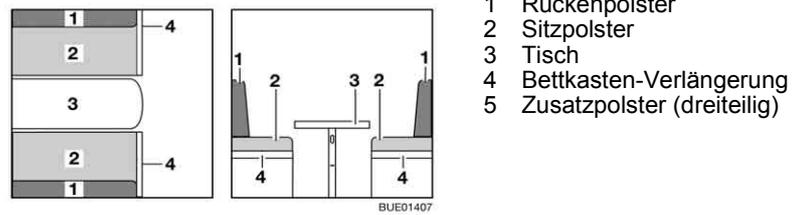

Bild 100 Vor dem Umbau
- Tisch (Bild 100,3) zum Bettunterbau umbauen (siehe Abschnitt 6.11).
- Bettkasten-Verlängerung (Bild 100,4) ausklappen.
- Die Rückenpolster (Bild 100,1) abnehmen und auf den Tisch legen.